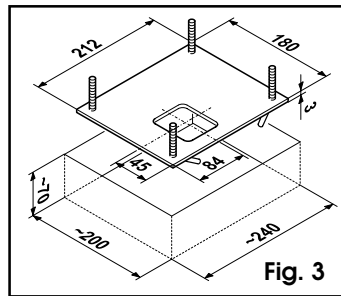

Fig. 3
1) Creuser une tranchée pour recevoir la plaque à sceller comme indiqué fig.3.
2) Poser les fourreaux nécessaires pour le passage des câbles de connexion entre le motoréducteur, les accessoires et l'alimentation électrique. Les fourreaux doivent sortir d'environ 3 cm du trou percé sur la plaque (fig.3).